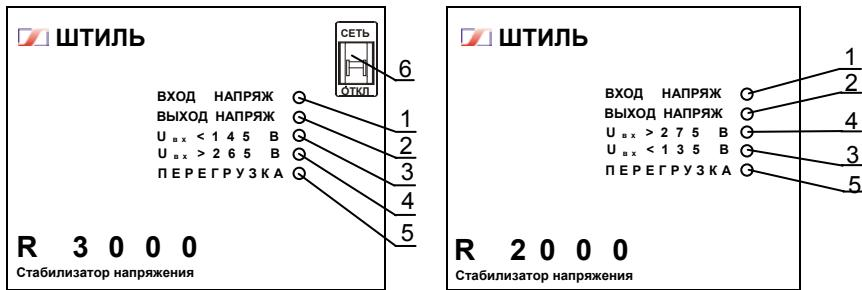

Рисунок 4.1 Передние панели стабилизаторов
На передней панели (рисунок 4.1) расположены индикаторы: ВХОД НАПРЯЖ (1), ВЫХОД НАПРЯЖ (2), «Uвх>275В» («Uвх>265В») (4), «Uвх<135В» («Uвх<145В») (3), ПЕРЕГРУЗКА (5) и в стабилизаторе R3000 выключатель-автомат (6) СЕТЬ.